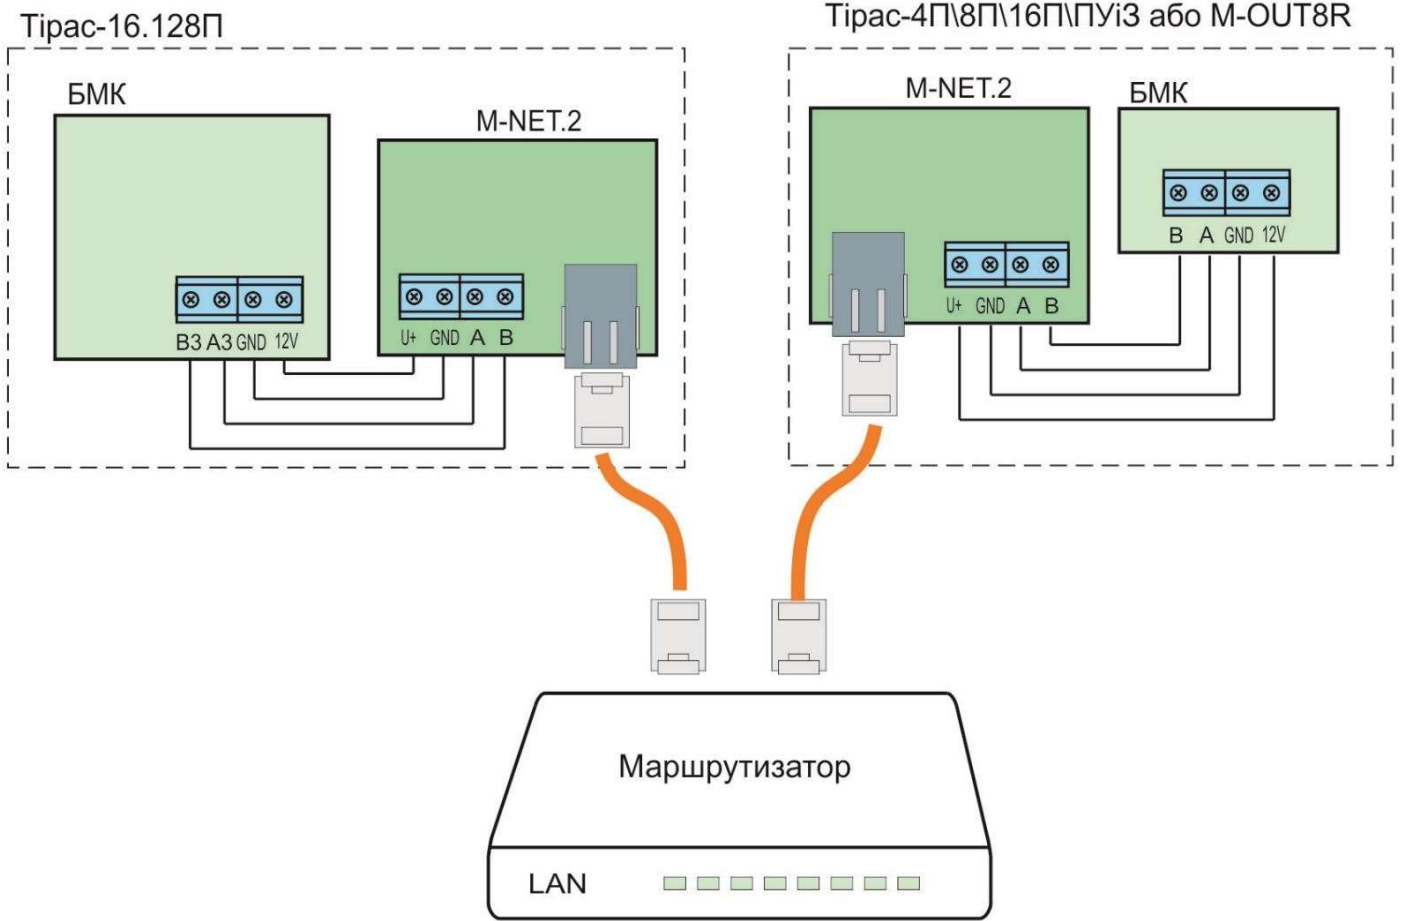
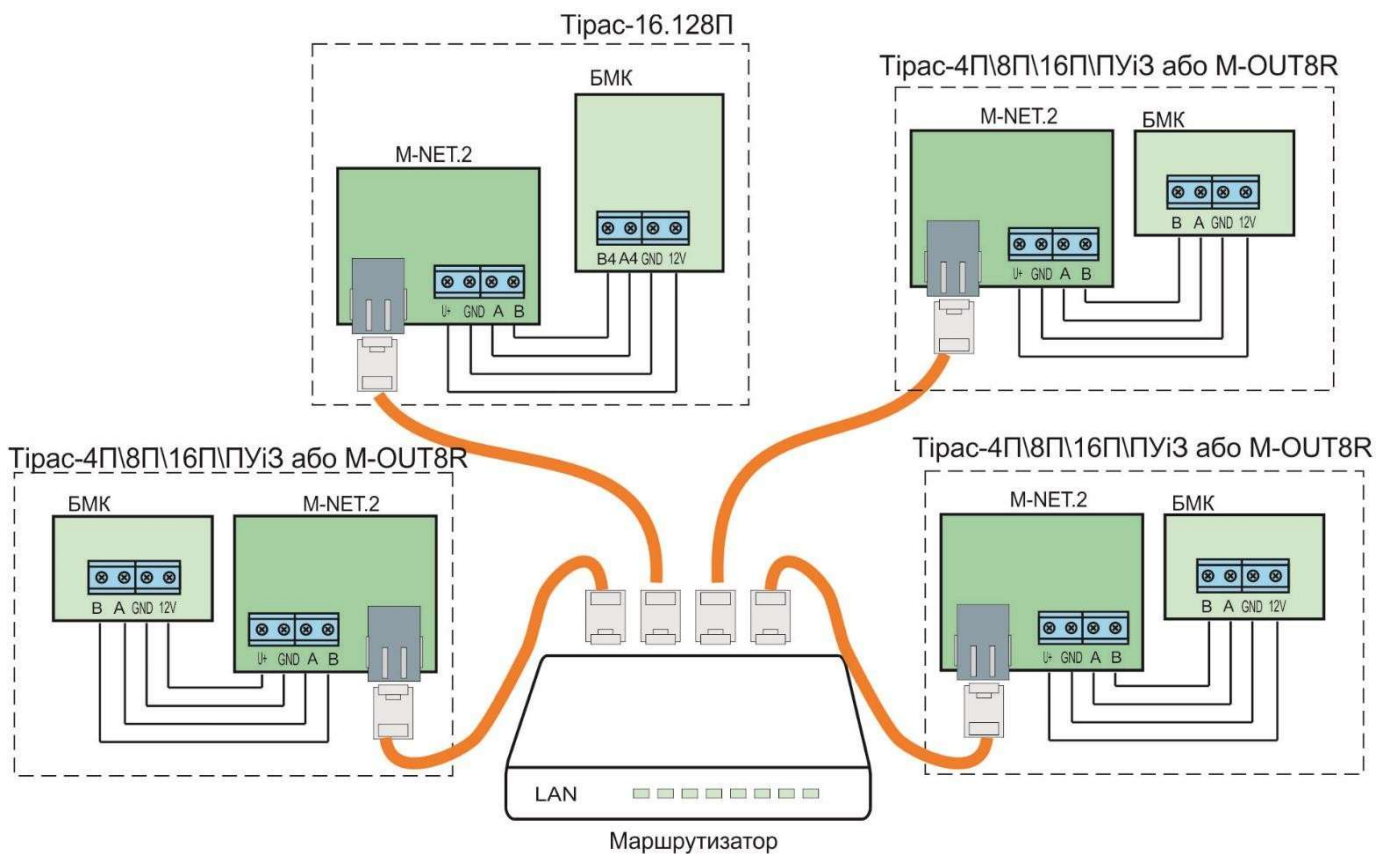

Рисунок 8.4 – Підключення пристроїв через маршрутизатор
Рисунок 8.5 – Підключення кількох пристроїв через маршрутизатор
2. **Через комутатор або маршрутизатор** за допомогою прямого Ethernet кабелю (Рис 8.3): одиничне підключення (Рис. 8.4) та мультипідключення (Рис. 8.5).